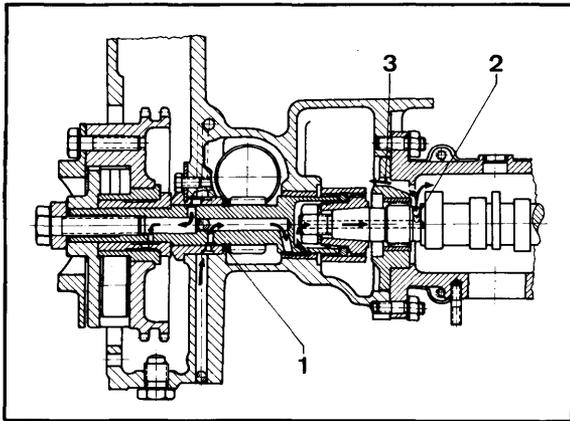

Figura 07-2/7
- 6.- En el supuesto de haber evacuado el aceite de la bomba de inyección, hay que echarle 250 cm3 de aceite de motor. Esto se debe a que la bomba de inyección está en conexión con el circuito de aceite del motor a través de un orificio practicado en el eje del árbol de levas de la misma. (2 figura 07-2/7). A través de éste orificio el aceite fluye mediante un goteo continuo pero lento, por tanto, si la bomba no tiene aceite suficiente en el momento de poner el motor en marcha, hasta que toma un nivel adecuado está trabajando prácticamente en seco, lo que puede provocar su deterioro.